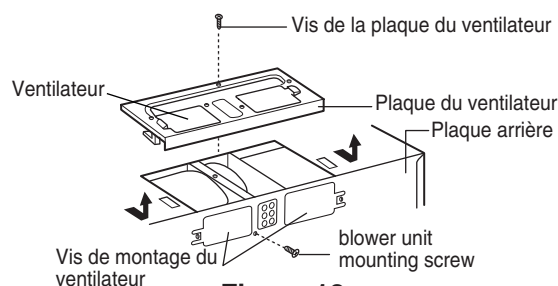

Figure 18
- Enlever une vis du ventilateur et une ou deux vis de la plaque du ventilateur. Enlever la plaque du ventilateur de l'armoire. Voir la figure 18.